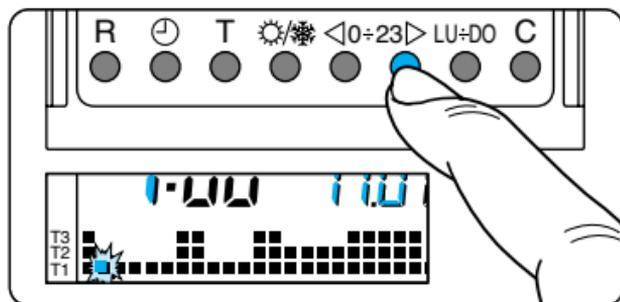

Fig. 37
8.4 -Mediante il pulsante ∇ oppure \triangle (fig. 36) selezionare il livello di temperatura desiderato; premere quindi il pulsante $0\div 23\triangleright$ per passare all'ora successiva e selezionare ugualmente la temperatura desiderata (fig. 37).